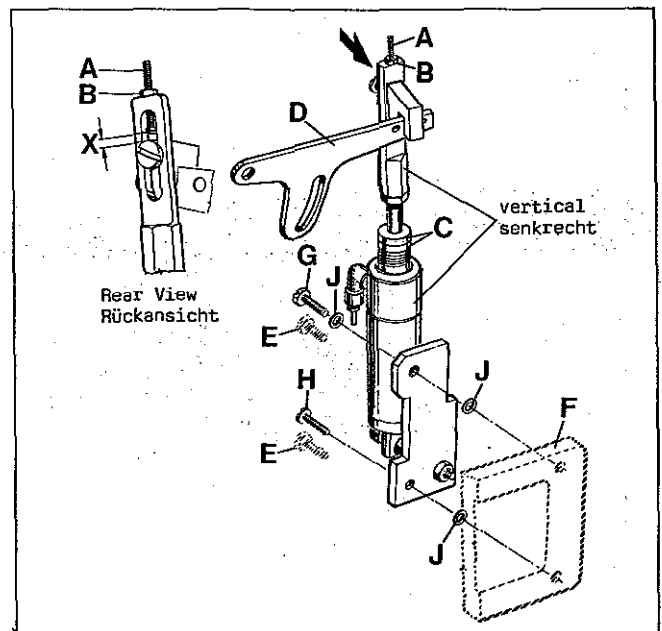

Fig.35
Assemble the pneumatic presser foot lifter, supplied with the sewing table, to the sewing machine (see Fig. 35). For this remove two hex. head screws (E) from the support bracket (F) for the thread trimmer drive. Mount the presser foot lifter with the two screws (G and H, Fig. 35) and three washers (J) so that the air cylinder with strap is vertical (standard setting). Complete the tube connections.
With adjusting screw (A, Fig. 35) the presser foot lifting can be changed. Loosen lock nut (B) and turn adjusting screw (A) down to increase the presser foot lifting or up to decrease it. Retighten lock nut (B). Removal of one or both stop rings (C) is required when presser foot lifting exceeds 2 mm (5/64 in.).
The end play (X, Fig. 35) of presser foot lifter lever (D) should be at least 1 mm (3/64 in.) before the presser foot starts lifting.
Bauen Sie den mit dem Nähstisch gelieferten pneumatischen Drückerfußlifter an die Nähmaschine (siehe Fig. 35). Dazu müssen zwei Sechskantschrauben (E) aus dem Lagerbock (F) für den Fadenabschneider-Antrieb entfernt werden.
Montieren Sie den Drückerfußlifter mit den zwei Schrauben (G und H, Fig. 35) und den drei Scheiben (J) so, daß der Luftzylinder mit Lasche senkrecht steht (Standardeinstellung). Stellen Sie die Schlauchverbindungen her.
Mit der Einstellschraube (A, Fig. 35) kann das Anheben des Drückerfußes verändert werden. Lösen Sie die Feststellmutter (B) und drehen Sie die Einstellschraube (A) nach unten um das Anheben des Drückerfußes zu vergrößern oder nach oben, um es zu verkleinern. Ziehen Sie die Feststellmutter (B) wieder an. Der Ausbau eines oder beider Anschlagringe (C) ist erforderlich, wenn der Drückerfuß mehr als 2 mm angehoben wird. Das Spiel (X, Fig. 35) des Drückerfußlifterhebels (D) muß mindestens 1 mm betragen bevor der Drückerfuß anzuheben beginnt.